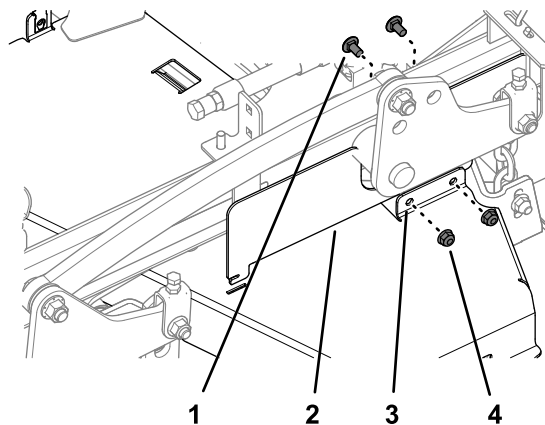

Figura 7
3. Rimuovete i 2 bulloni a testa tonda e i 2 dadi di bloccaggio che fissano la protezione CE del lato sinistro al copricinghia sinistro (Figura 7).